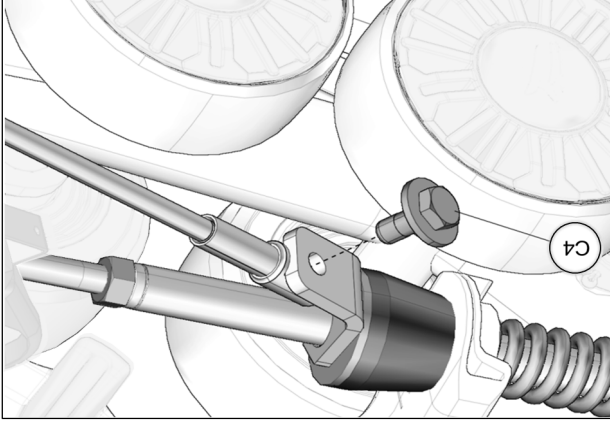

Fig. 25
15. Tourner légèrement le volant dans le sens contraire jusqu'à ce que le câble puisse être fixé à la plaque de support en utilisant le boulon (C4) fourni. Serrer à un couple de 35 N•m [24 lb•pi]. Voir la Fig. 25. Effectuer le même exercice du côté droit.